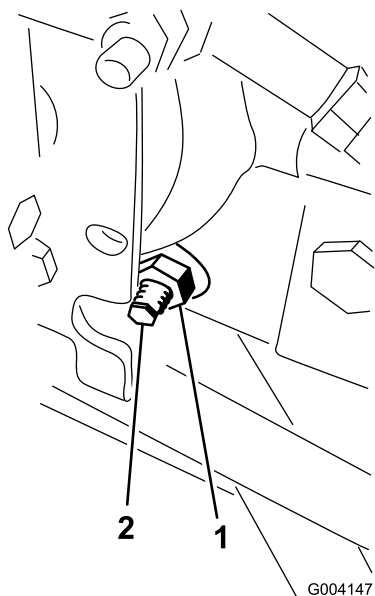

Figura 66
3. No lado direito do hidrostato, solte a porca de bloqueio no excêntrico de ajuste da tração (Figura 66).